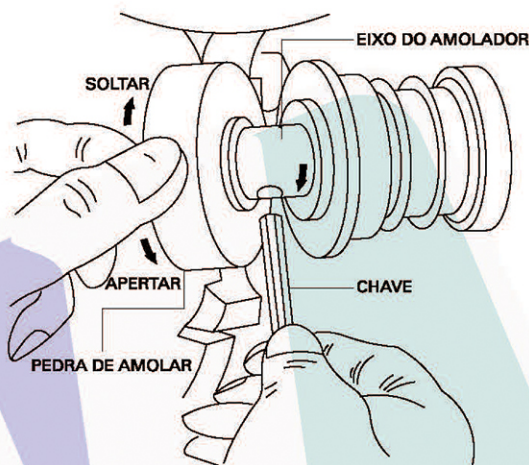

Figura 2
- Segure o rebolo, insira a chave no furo do eixo do rebolo e gire-o, conforme indicado na figura 2.